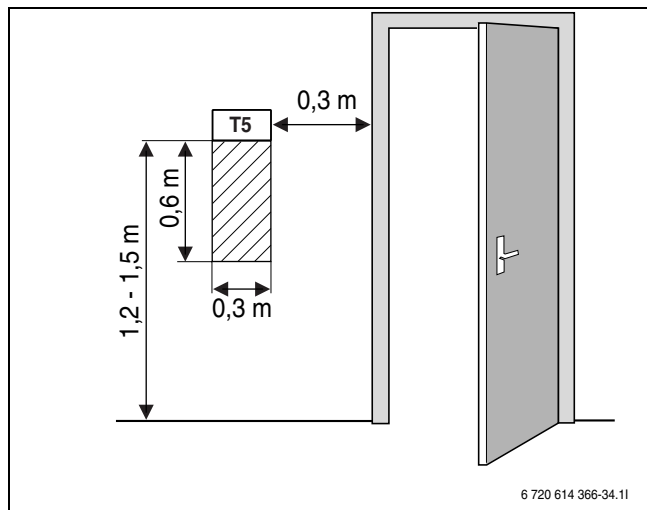

Bild 17 Empfohlener Montageplatz für T5
- Ungehinderte Zirkulation der Raumluft unter dem Raumtemperaturfühler T5 (schraffierte Fläche in Bild 17 freihalten).